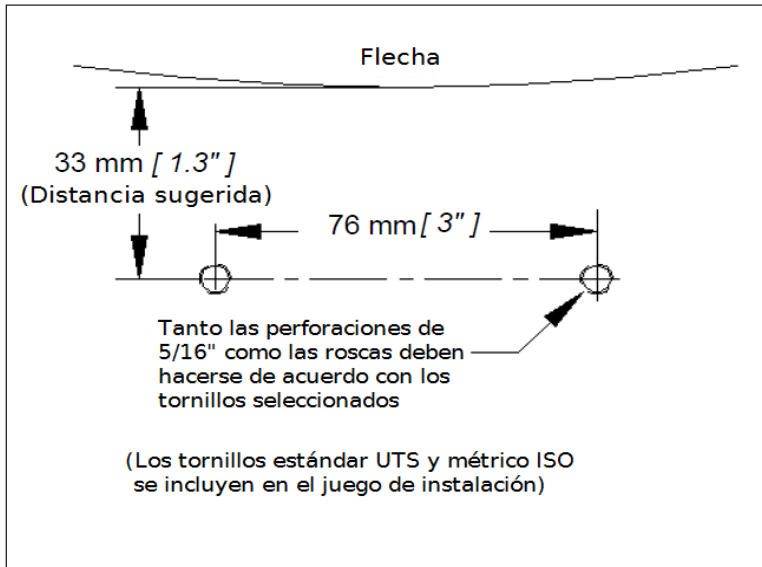

Figura 69: Agujeros de montaje para la sonda de sincronización.
1. Perfore dos agujeros de 5/16" en el soporte a la distancia correcta desde la flecha (consulte la Figura 69: "Agujeros de montaje para la sonda de sincronización").
1. Seleccione los tornillos, ya sea de 5/16" – 18 x 1-1/4" ó M8x1.25x30 mm. Perfore y haga rosca en dos agujeros para la cuerda seleccionada en la superficie de montaje a la distancia correcta desde la flecha (consulte la Figura 69: "Agujeros de montaje para la sonda de sincronización").